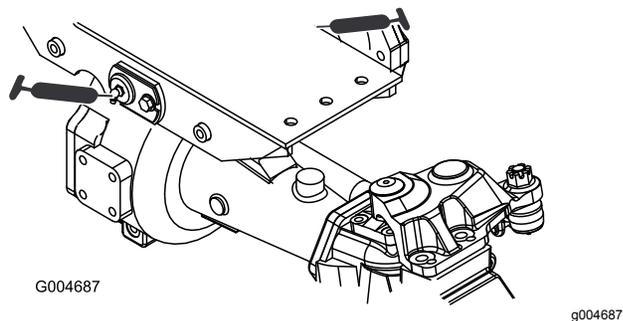

Figure 34
- Bagues de pivot d'essieux avant et arrière (2) (Figure 34)